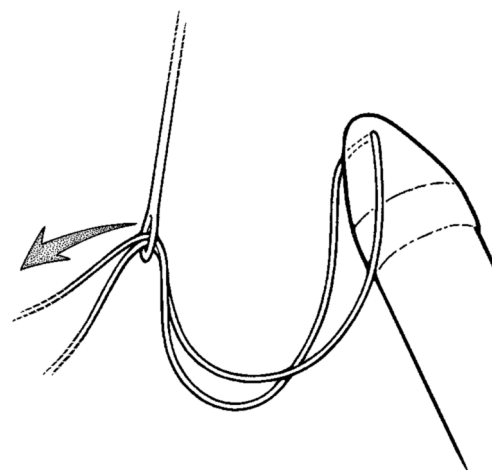

Figura 4-12. Inserimento della sutura di trazione nell'ago Keith
3. Ritirare l'otturatore nella posizione "ritirata" o "bloccata". Passare entrambe le estremità della sutura di trazione dei cilindri (approssimativamente 10 cm) attraverso la cruna di un ago Keith Lightning Bolt (**Figura 4-12**).